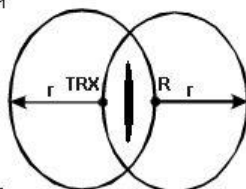

Рис.2
- Наличие препятствий (стен, зданий и т.п.), мешающих прохождению или отражающих радиосигналы, что требует применения репитера для увеличения радиуса действия, как показано на рис. 2.